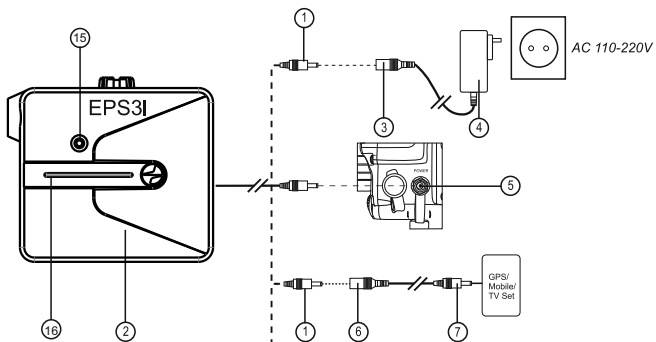

Fig.1
- Brancher la fiche (1) de l'AER (2) à la prise (3) du chargeur (4)(Fig.1;2).
- Brancher le chargeur (4) dans la prise. Le kit contient aussi le chargeur dont la prise est conforme aux normes du pays de destination. L'indicateur sur le chargeur s'allume en rouge.
- Brancher la fiche (1) de la Batterie sur la prise (8) adaptateur 12V pour voiture (9) (Fig.1; 2).
- Brancher l'adaptateur 12V pour voiture (9) sur l'adaptateur allume-cigare (10) de votre voiture.